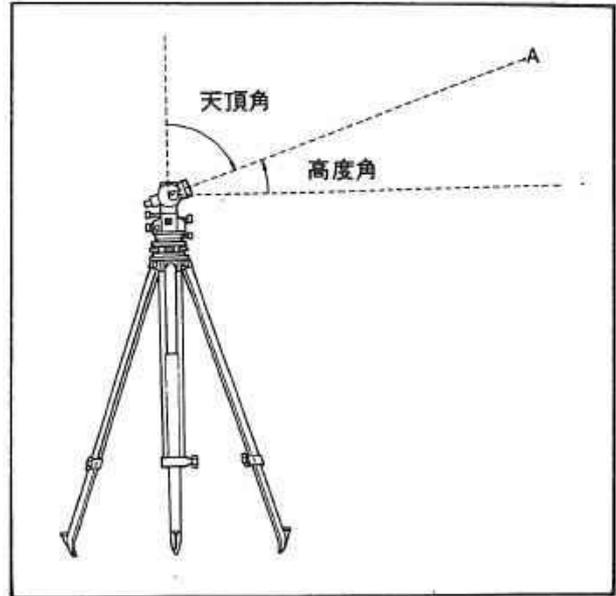

図26
- 1) 機械を据え付け、望遠鏡正の位置で目標Aを視準し、高度目盛の読みをrとします。(図26、27)